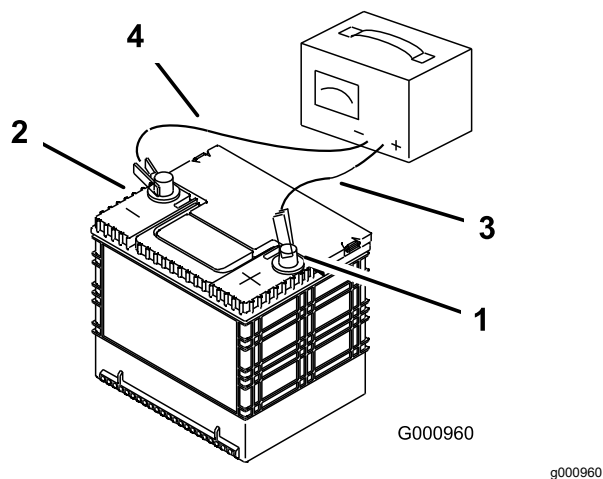

Рисунок 74
2. После полной зарядки аккумулятора отсоедините зарядное устройство от электророзетки, а затем отсоедините провода зарядного устройства от штырей аккумулятора (Рисунок 74).